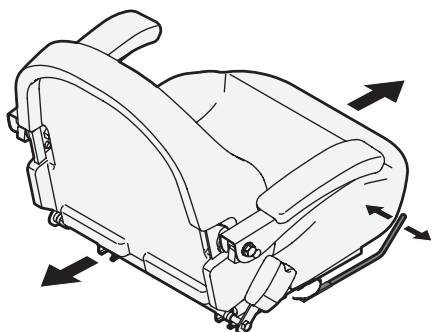

Figure 22
3. Relâchez le levier. Assurez-vous que le siège est bien dans la bonne position et bloqué avant d'utiliser l'appareil (Figure 22).